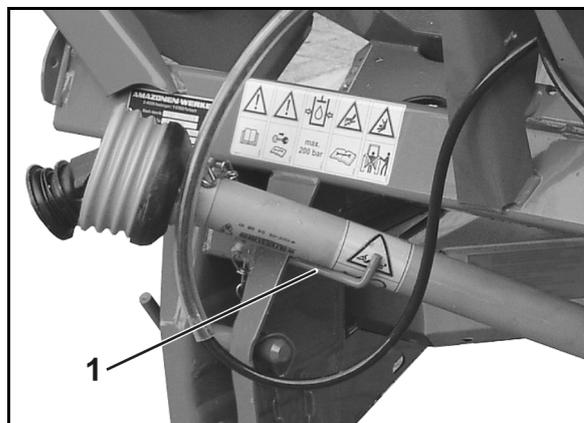

Fig. 35
5. Depositar el árbol de transmisión en el soporte previsto (Fig. 35/1).